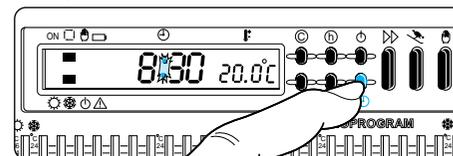

Fig. 16
5.5 - Premere il pulsante  per terminare la procedura dell'impostazione dell'orologio (fig. 16).